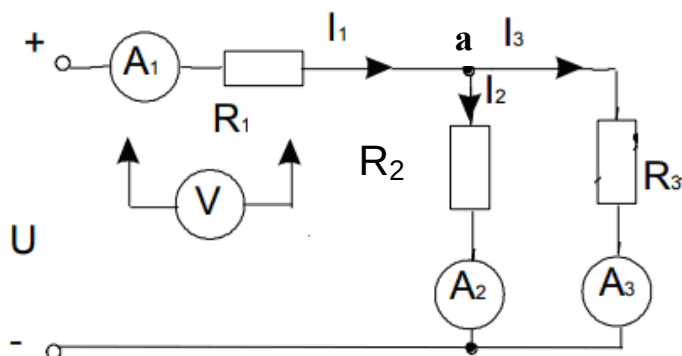

Рисунок 4- Электрическая цепь постоянного тока
2. Собрать электрическую цепь по монтажной схеме (см. рис. 4). Соединение резисторов и измерительных приборов при сборке схемы производить с помощью соединительных штекерных проводов, входящих в комплект стенда. Далее подключить данную электрическую цепь к клеммам источника постоянного тока.